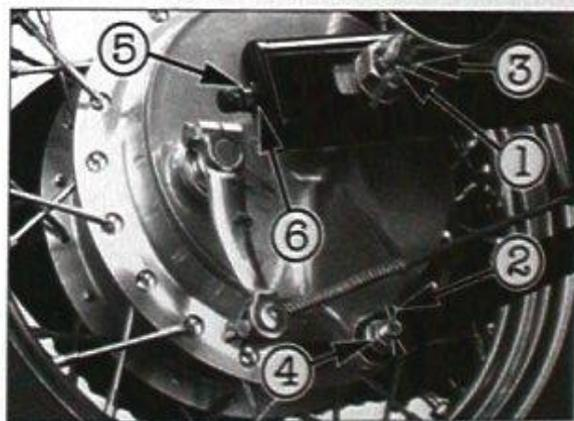

Bild 61
- Zum Korrigieren des Durchhangs rechts Sicherungssplinte  und  Bild 61 entfernen.
- Zum Korrigieren des Durchhangs rechts Sicherungssplinte ① und ② Bild 61 entfernen.
- Achsmutter ③ Bild 61 und Zugankermutter